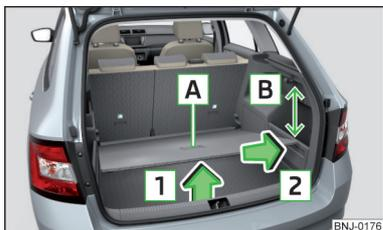

Fig. 108
- Afferrare la maniglia **A** » fig. 108 del piano di carico variabile.
- Estraendo o inserendo il piano di carico variabile è necessario rispettare la distanza di 15 cm **B** » fig. 108 al di sotto del bordo della cappelliera avvolgibile - sussiste il pericolo di danneggiare la guarnizione del portellone bagagliaio.